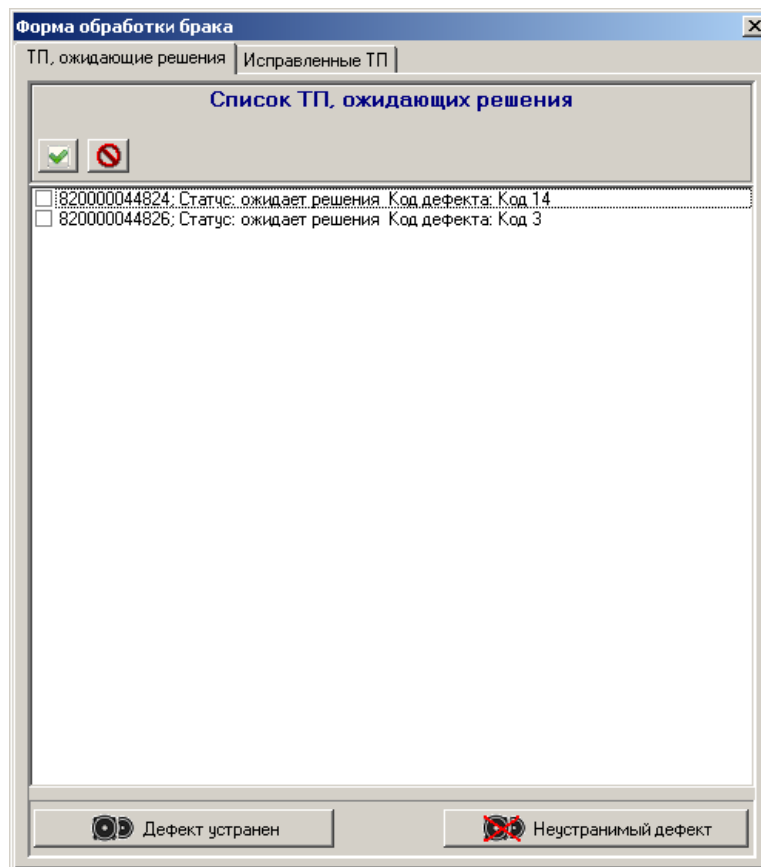

Рис. 9-12 Обработка брака. Закладка ТрП ожидающие решения
3. Чтобы принять решение по отбракованным ОУ со статусом транспортной партии «выполнить», необходимо дважды щёлкнуть левой клавишей «мышки» по отмеченному ПЗ (правый верхний список – см. Рис. 9-8). Появится форма обработки брака (см. Рис. 9-12).